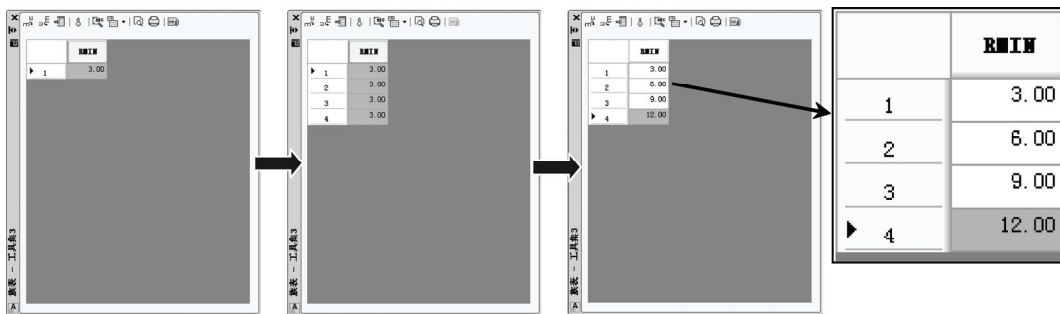

图 10-29 输入族表中的参数
17) 在“族表”选项板中单击“添加行”按钮²，“族表”选项板中将自动为“RMIN”族添加一行参数，需要几行参数就单击几次，例如，为该族添加四行参数，单击四次，然后双击族下面的参数值，进行更改，依次更改为 3、6、9、12，如图 10-29 所示。